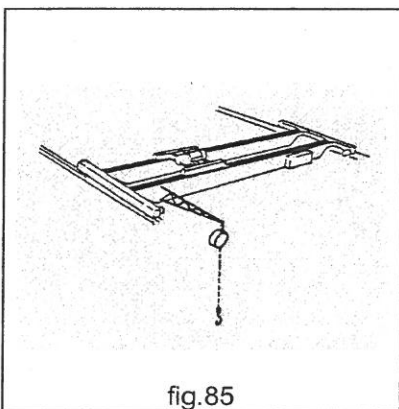

fig.85
- **MAI** modificare le funzioni e le prestazioni della gru e/o dei suoi componenti (fig.85).